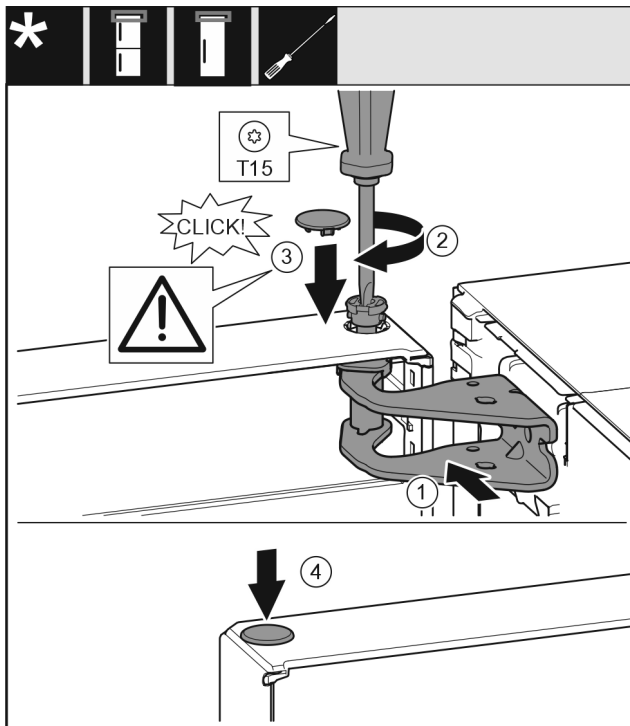

Fig. 21
- ▶ Alinee la parte superior de la puerta respecto a la abertura en el soporte de cojinete. Fig. 21 (1)
- ▶ Introduzca el perno y atorníllelo con el destornillador T15. Fig. 21 (2)
- ▶ Montar la cubierta del seguro para asegurar la puerta: introduzca la cubierta del seguro y compruebe si descansa sobre la puerta. De lo contrario, introduzca por completo el perno. Fig. 21 (3)
- ▶ Coloque el tapón. Fig. 21 (4)